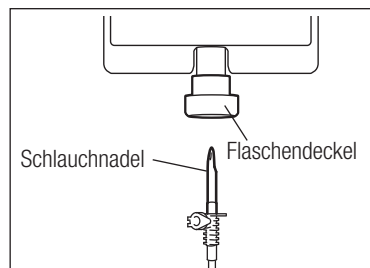

Abb.9
- 2) Führen Sie die Schlauchnadel in den Flaschendeckel ein. (Abb.9)